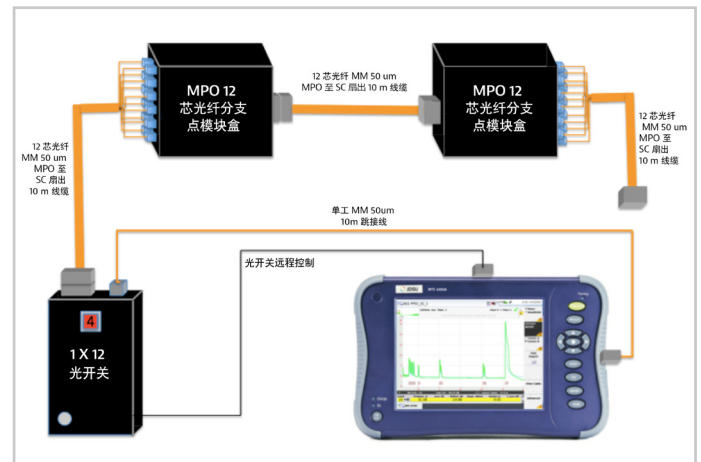

图 7. 高分辨率链路测试的测试设置 (含分支点模块盒)
- Viavi 的全新 EVO-A 模块为 MTS 8000 (v2) 和 6000A v2 平台实现了集成的 EF 合规性。这样就不再需要外置 EF 模式调节器，从而简化了技术人员的实施过程，并确保提高 EF 合规性提供的损耗准确性（见本文后面的图 7）。